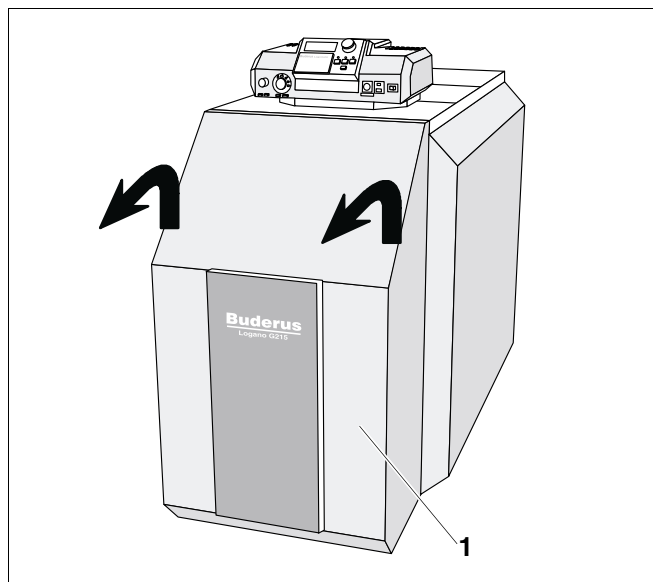

Fig.5 Retirar a cobertura do queimador
- Retire a cobertura do queimador (fig. 5, **item 1**).